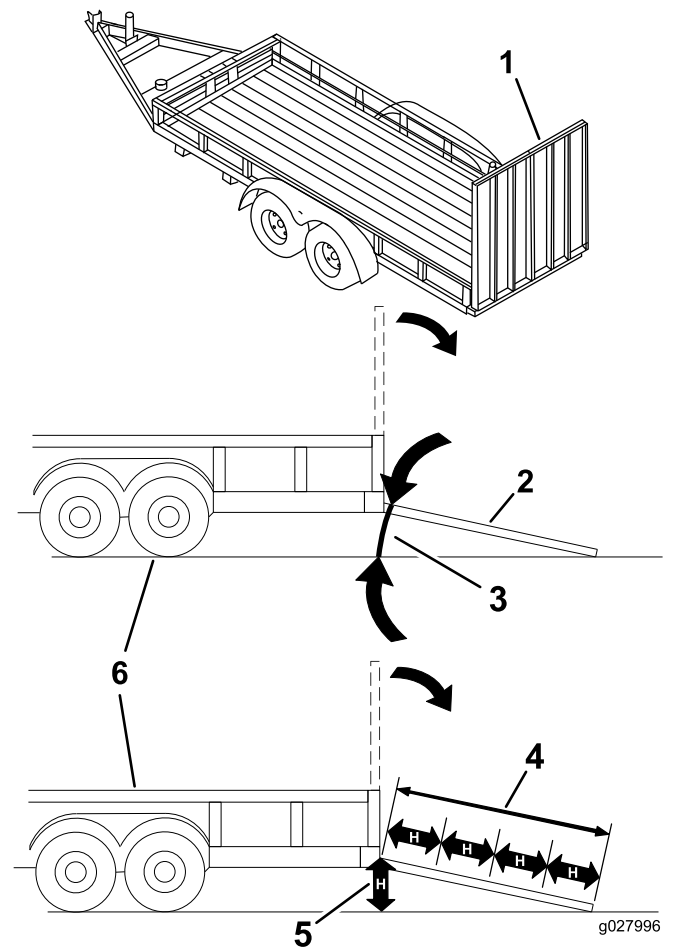

Figura 29
El cargar la máquina en un remolque o un camión aumenta la posibilidad de un vuelco y podría causar lesiones graves o la muerte (Figura 29).
3. Baje la rampa, asegurándose de que el ángulo entre la rampa y el suelo no supera los 15 grados (Figura 29).